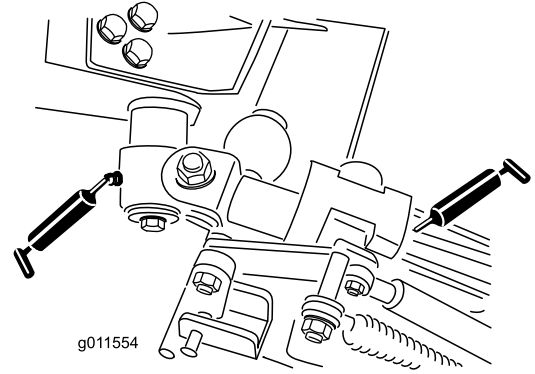

Figura 47
- Casquillos de la palanca acodada (2) (Figura 47).
- Casquillos de los brazos traseros (4) (Figura 47).